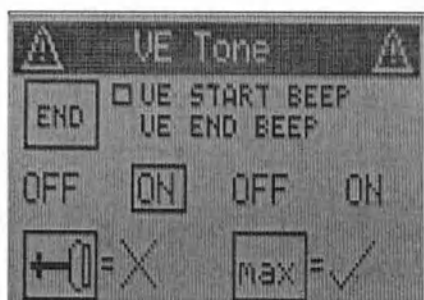

Рис. 34. Меню VE Tone
- Включение/выключение звукового сигнала для индикаций 'Пуск автоматического создания вакуума' и 'Конечный вакуум достигнут' (VE Tone) (рис. 34).
В подменю VE Tone (рис. 34) можно включать / выключать звуковые сигналы для функции 'Пуск автоматического создания вакуума' (VE START BEEP) и достижение конечного вакуума (VE STOP BEEP).